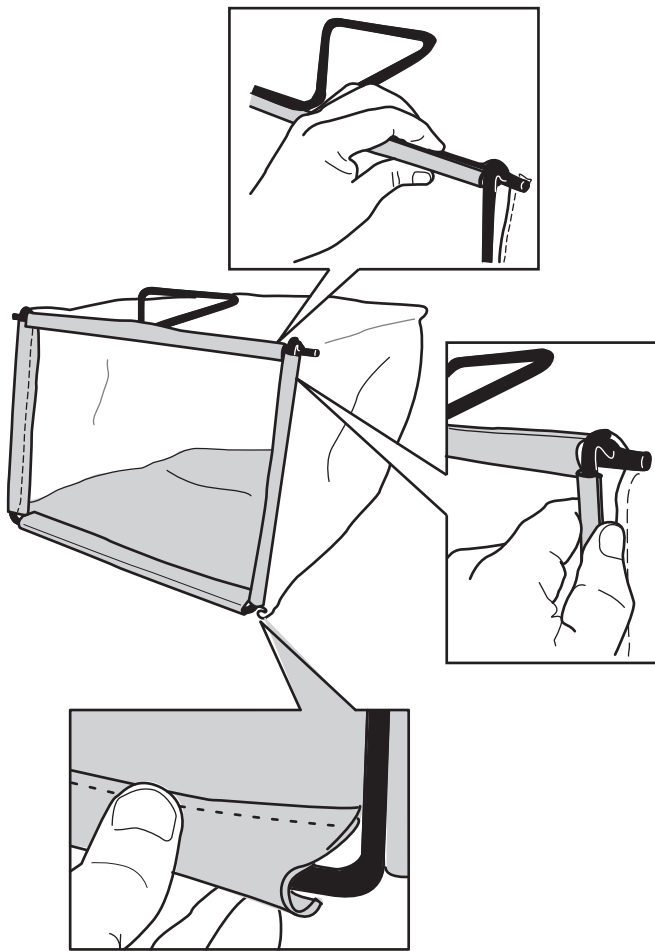

Bild 8
2. Haken Sie den unteren Kanal des Grasfangkorbs an der Unterseite des Rahmens ein (**Bild 8**).
3. Haken Sie die oberen und seitlichen Kanäle des Grasfangkorbs an der Oberseite und der Seite des Rahmens ein (Bild 8).